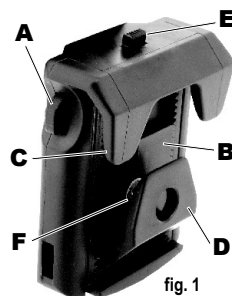

fig. 1
- **L'étui bouge sur la ceinture ou au contraire il ne peut pas se verrouiller** – Mauvais réglage de la largeur du clip par rapport à celle de la ceinture, régler l'attache selon la largeur du ceinturon – **voir article 2 (fig. 1, 2)**.